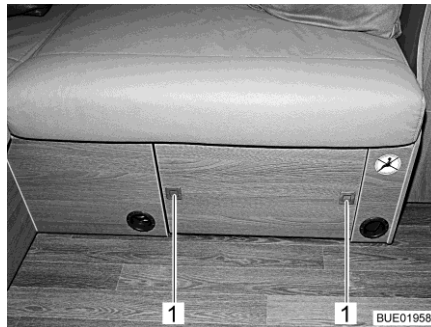

Bild 135 Soffbord, förvarat
- Tryck på tryckknapparna (Bild 135,1) på sittlådans skydd. Tryckknapparna hoppar ut.
- Tryck in tryckknapparna (Bild 135,1) tills de snäpper fast.